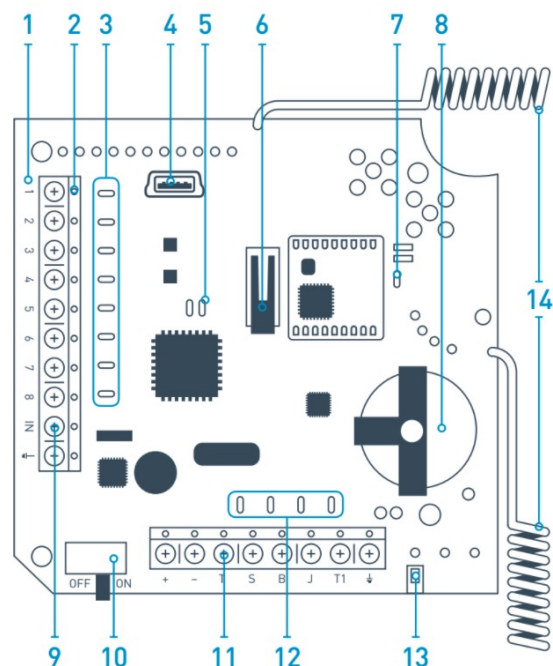

Imagen 1. Receptor de sensores inalámbrico ocBridge Plus
1. Conecta el ocBridge Plus a la computadora mediante un cable USB cable (tipo A–miniUSB) a través del conector «4» (Imagen 1). Encienda el receptor con el interruptor «10» (Imagen 1).
Descripción de la indicación luminosa «5» (Imagen 1):